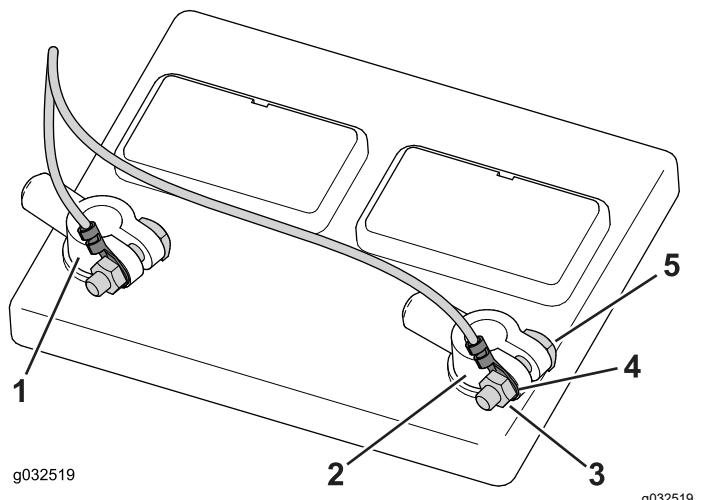

Figura 44
2. Afloje y retire la abrazadera del borne negativo y luego la abrazadera del borne positivo de la batería (Figura 44).
3. Retire las tuercas de los pernos de los bornes (Figura 44).
4. Instale el conector del terminal negativo (cable negro) sobre el perno del borne negativo y sujetelo provisionalmente con la tuerca (Figura 44).
5. Instale el conector del terminal positivo (cable rojo) sobre el perno del borne positivo y sujetelo provisionalmente con la tuerca (Figura 44).
6. Instale la abrazadera del borne positivo en el borne positivo de la batería, y luego la abrazadera del borne negativo en el borne negativo de la batería (Figura 44).